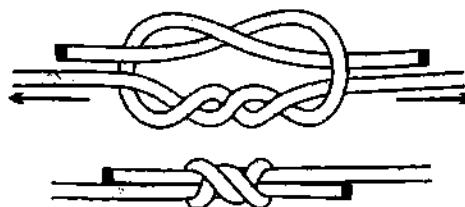

Рис. 808. Хирургический узел.
**Хирургический узел** надёжнее **прямого узла**, так как двойной полуузел в начале вязки вместо одного полуузла намного увеличивает силу трения (рис. 808). Поэтому **хирургический узел** хорошо подходит для гладкой синтетической верёвки, недаром ведь его вяжут хирурги на своих нитях из скользких материалов, у которых он является одним из самых распространённых и надёжных узлов.